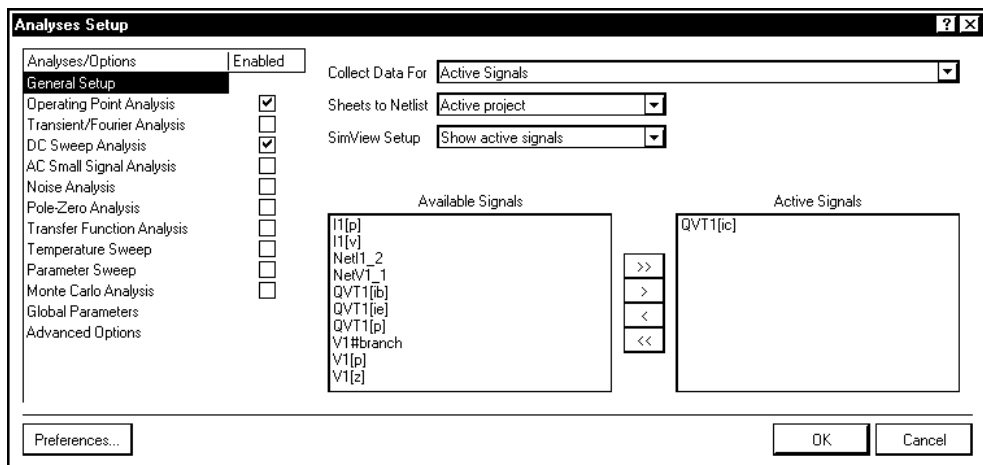
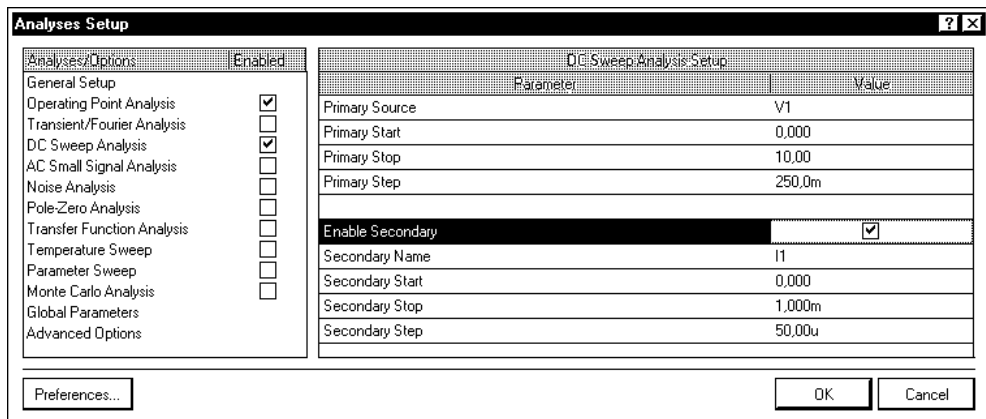
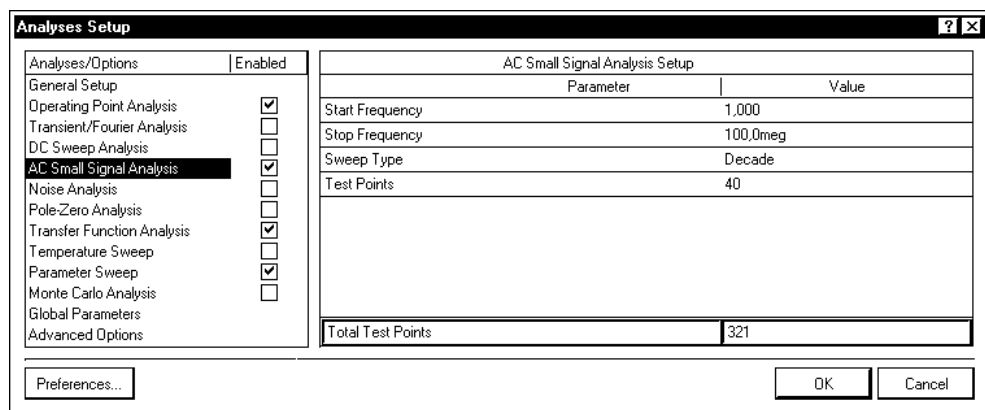
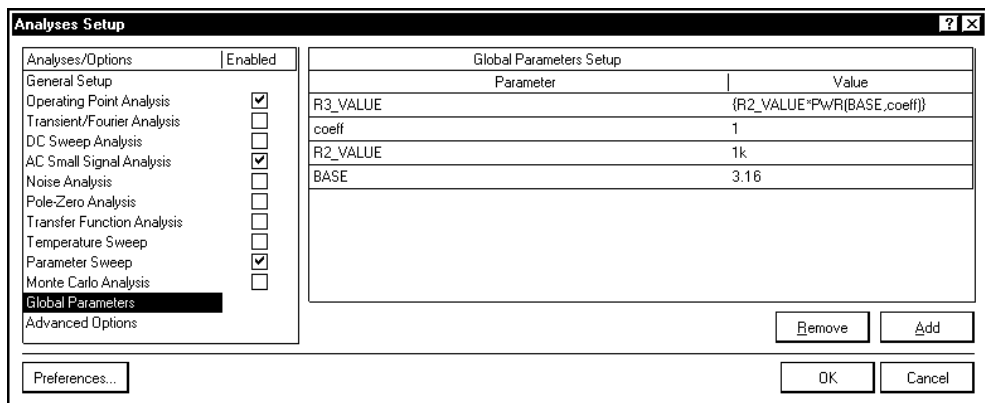

Рис. 9.6. Окно настройки режимов моделирования: общие настройки
Рис. 9.7. Окно настройки режимов моделирования: анализ по постоянному току — DC Sweep Analysis
Рис. 9.10. Окно настройки режимов моделирования: анализ частотной характеристики — **AC Small Signal Analysis**
Рис. 9.11. Окно настройки режимов моделирования:
1. Щелчком на средней кнопке меню **Mixed Sim** активизировать диалог настройки режимов моделирования. Откроется окно настроек анализа **Analyses Setup** (рис. 9.6).
При моделировании сложных схем далеко не всегда представляет интерес полный состав узлов, ветвей и компонентов схемы, в которых рассчитываются напряжения, токи, мощности и импедансы. В нашей задаче достаточно рассчитать значения тока коллектора транзистора, поэтому назовем опцию **Active Signals** и, выбрав в списке доступных сигналов **Available Signals** обозначение QVT1[ic], щелчком на кнопке "стрелка вправо" перенесем это обозначение в список активных сигналов **Active Signals** (см. рис. 9.6).
3. Указать в списке **Analyses/Options** окна (см. рис. 9.6) анализ по постоянному току — **DC Sweep Analysis** и активизировать данную опцию "птичкой" в поле **Enabled**. В правой половине окна откроется набор опций настройки выбранного режима анализа (рис. 9.7).
3. Выбрать в диалоговом окне (см. рис. 9.6) вид анализа **AC Small Signal Analysis** (Анализ частотной характеристики). Откроется панель настройки режима **AC Small Signal Analysis Setup** (рис. 9.10).
1. Не выходя из диалога настройки режимов анализа (см. рис. 9.10), выбрать в панели диалогового окна опцию **Global Parameters**. В диалоговом окне откроется панель настройки **Global Parameters Setup** (рис. 9.11).